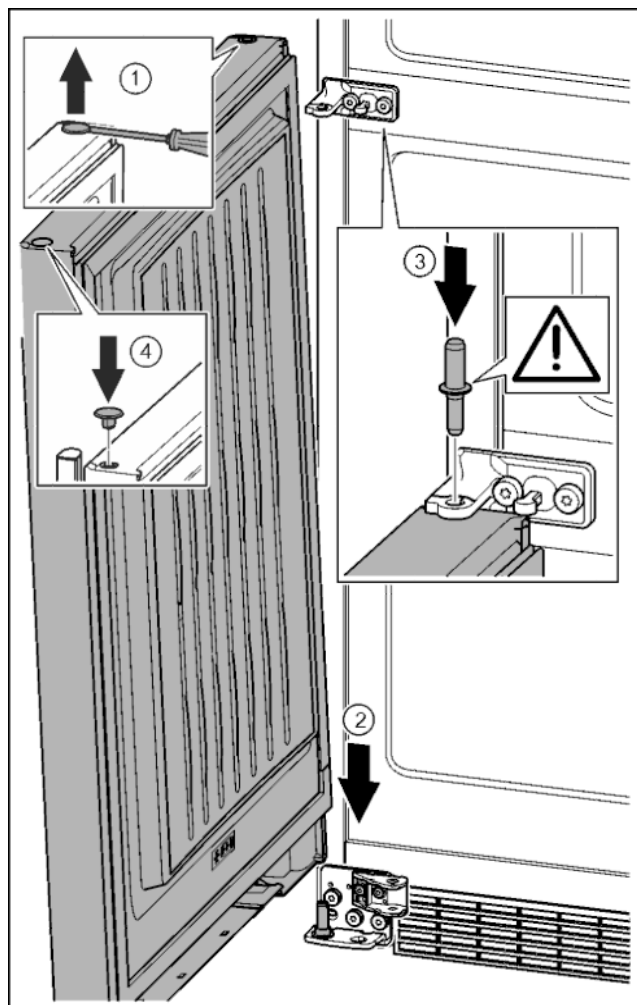

Fig. 36
- Осторожно приподнять шлицевой отверткой заглушку и извлечь ее. Fig. 36 (1)
- Заглушку снова вставить с другой стороны. Fig. 36 (4)
- Установить дверь сверху на нижний опорный палец. Fig. 36 (2)
- Вставить средний опорный палец через средний опорный кронштейн в нижнюю дверь. При этом следить за тем, чтобы выступ фиксатора был направлен назад. Fig. 36 (3)